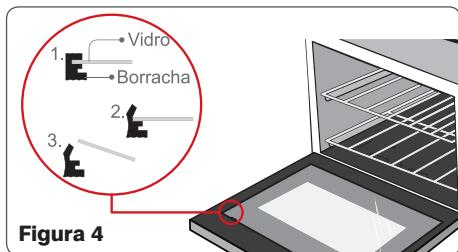

Figura 4
- 1 Desencaixe a borracha que segura o segundo vidro (figura 4).